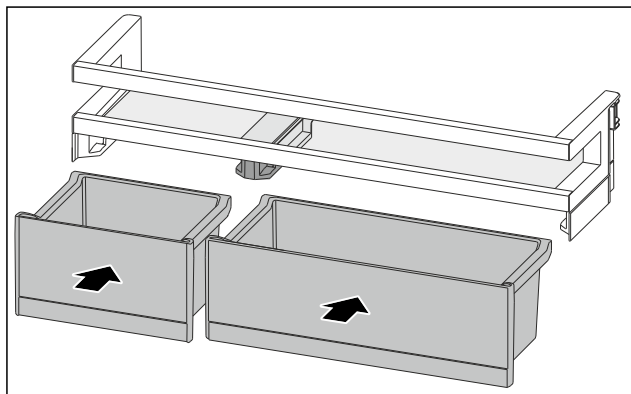

Fig. 172
- VarioBoxy vložte v opačném pořadí. (viz Fig. 172)